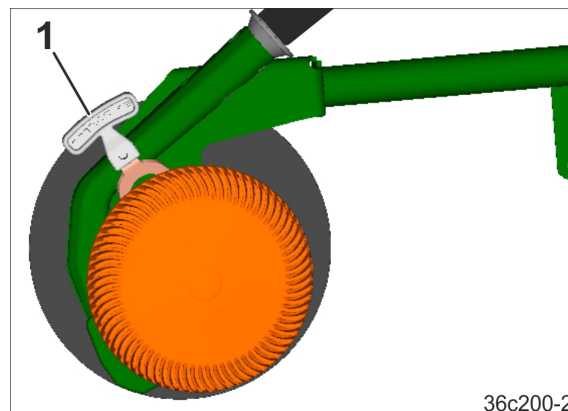

Bild 179
2. Sätt in ansatsen till djupföringsskivan/djupföringsrullen i det nödvändiga hålet. Spaken (Bild 179/1) är till för manövrering av djupföringsskivan/djupföringsrullen.